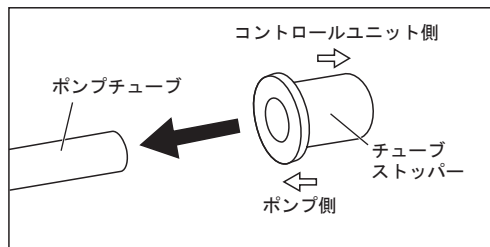

図38
- 7) 新しい注水ポンプのチューブに、チューブストッパーを取り付けてください。その際、チューブストッパーの向きに注意してください。(図 38)